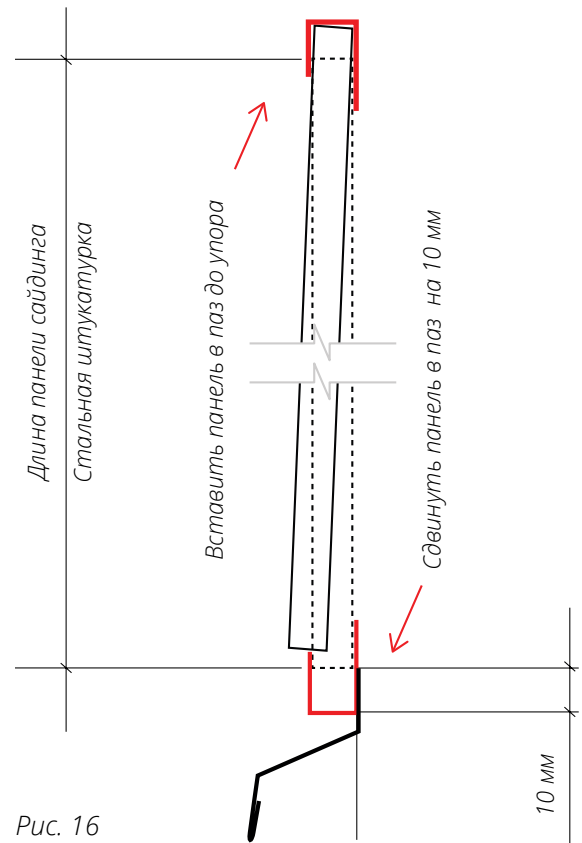

Рис. 16
■ Подготовьте панели таким образом, чтобы, когда один край панели 3 заведен до упора в паз J-профиля 2 сверху, второй край можно было завести в паз J-профиля 1 снизу (рис. 16).